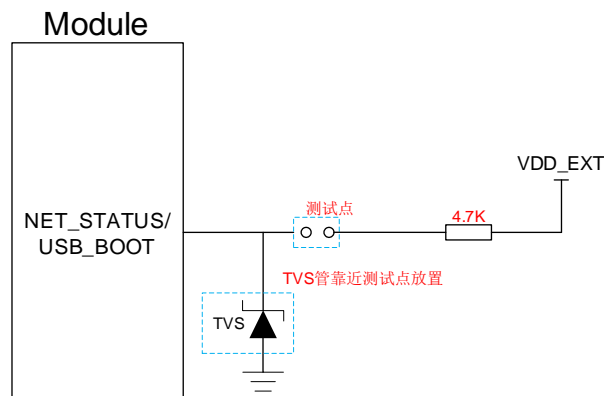

图 32: USB_BOOT 接口参考设计电路
2. 使用 MCU 控制模块进入强制下载模式时按照如上时序图进行控制，在给模块 VBAT 上电前不建议上拉 NET_STATUS/USB_BOOT 到 1.8 V；手动强制下载方式按照图 32 所示短接测试点即可。